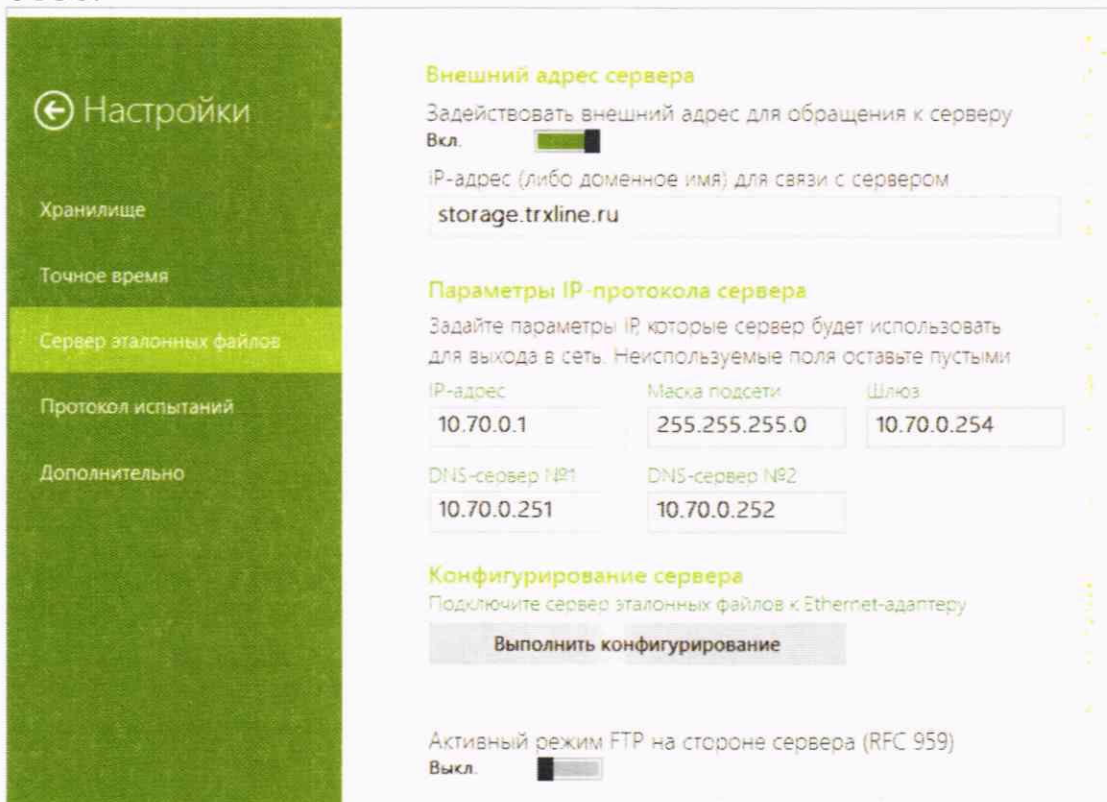

Рисунок 1
- в появившемся окне (рисунок 1) заполнить настройки параметров IP-протокола СФЭО.